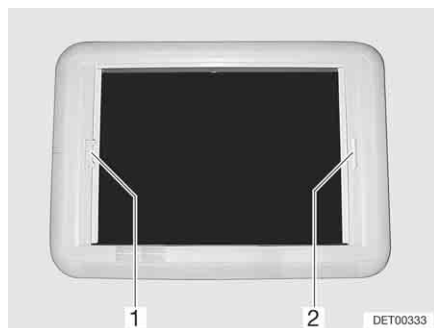

Bild 67 Heki-Dachhaube, Rollo-Verriegelung
- Verdunklungsrollo am Griff (Bild 67,2) zum gegenüberliegenden Griff des Insektenschutzrollos (Bild 67,1) ziehen und einrasten lassen.
- Mit der anderen Hand die Entriegelungsleiste am Griff des Insektenschutzrollos (Bild 67,1) in Richtung Griff drücken. Die Verriegelung wird gelöst.
- Insektenschutzrollo am Griff (Bild 67,1) zum gegenüberliegenden Griff des Verdunklungsrollos (Bild 67,2) ziehen und einrasten lassen.
- Insektenschutzrollo (Bild 67,1) am Griff festhalten und die Entriegelungsleiste in Richtung Griff drücken. Die Verriegelung wird gelöst.